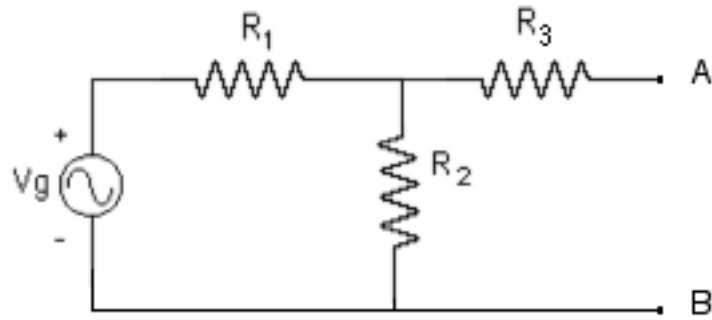

Figura 7.2.- Circuito para determinar el equivalente Thevenin
4.- Determine el equivalente Thevenin del circuito mostrado en la Figura 7.2 con los valores indicados por su profesor.